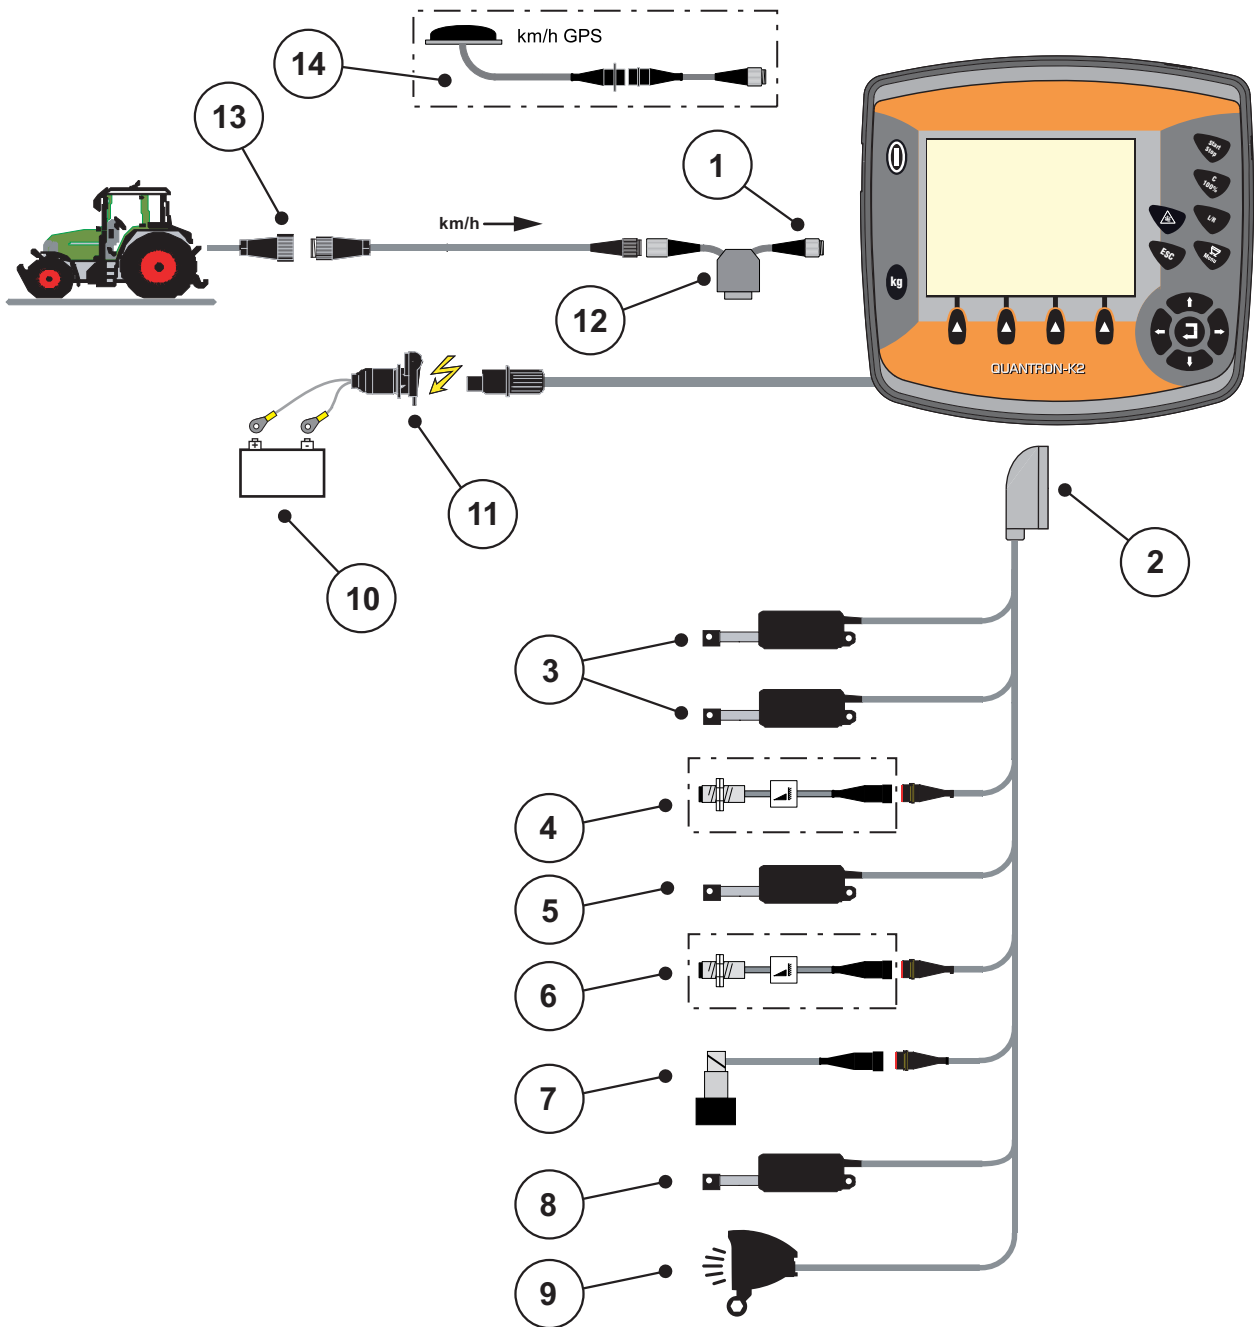
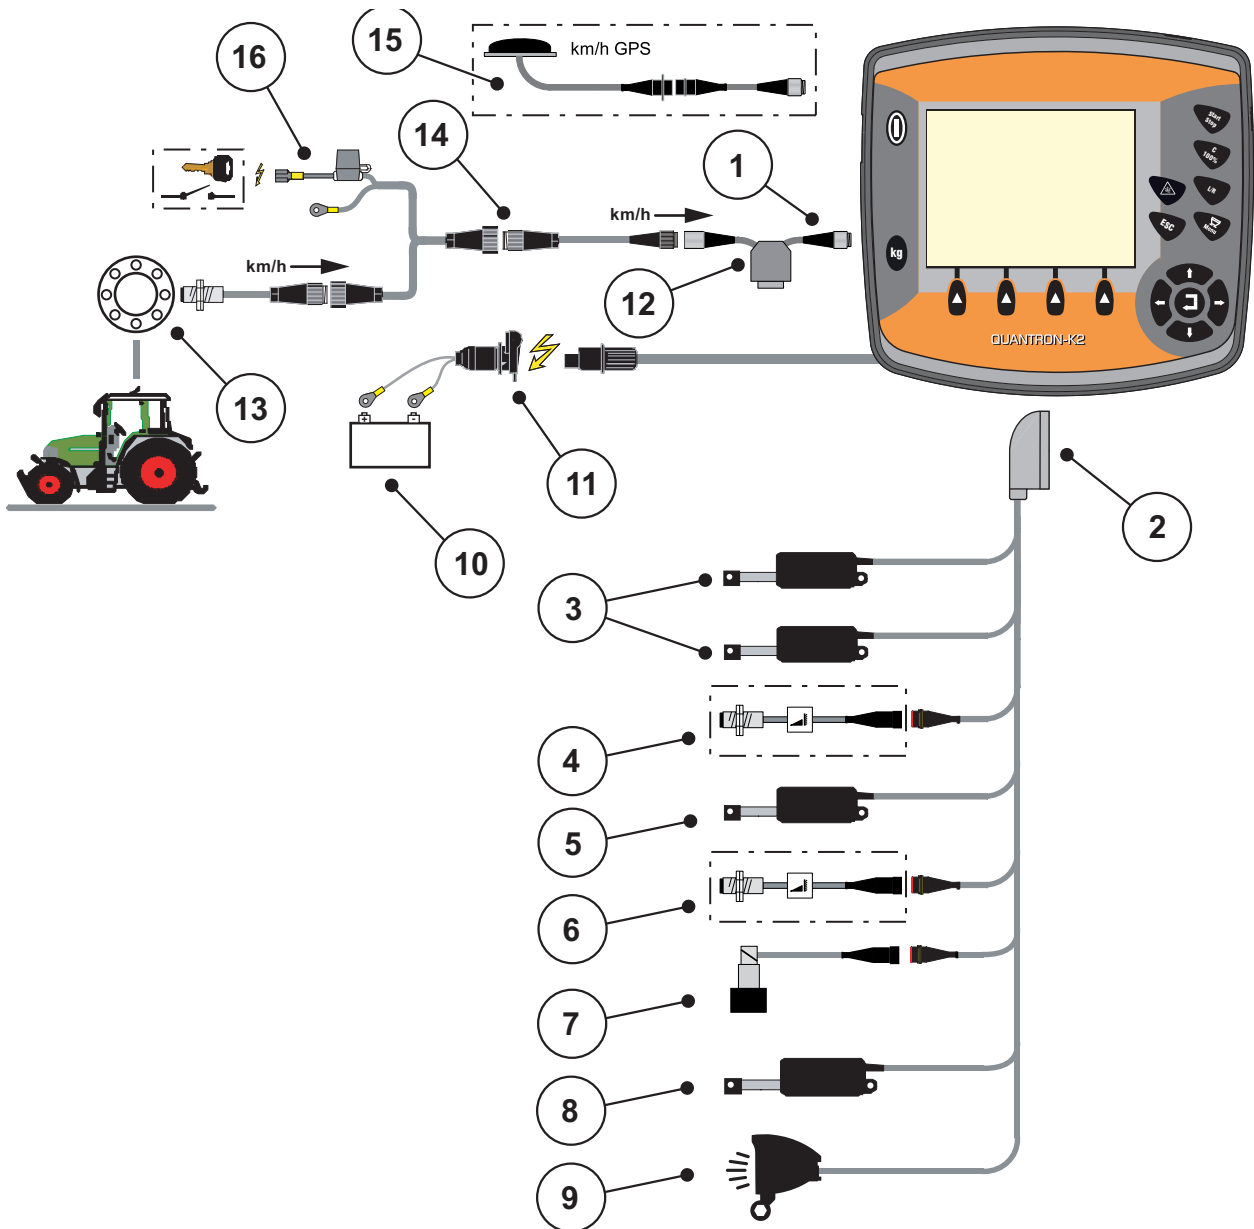

Figure 3.3 : Aperçu schématisé du branchement QUANTRON-K2 (standard)
Figure 3.5 : Aperçu schématisé du branchement QUANTRON-K2 (Alimentation électrique via contact d'allumage)
- Brancher l'unité de commande sur la prise à 7 pôles ou sur le capteur de vitesse (selon l'équipement, voir figure 3.3 à figure 3.5).